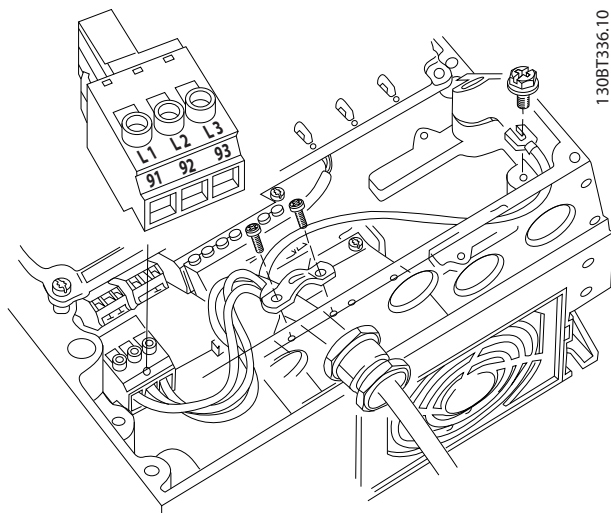

Bild 2.13 Anslutning till växelström
- Anslut 3-fasmotorkablar till plint L1, L2 och L3 (se Bild 2.13).